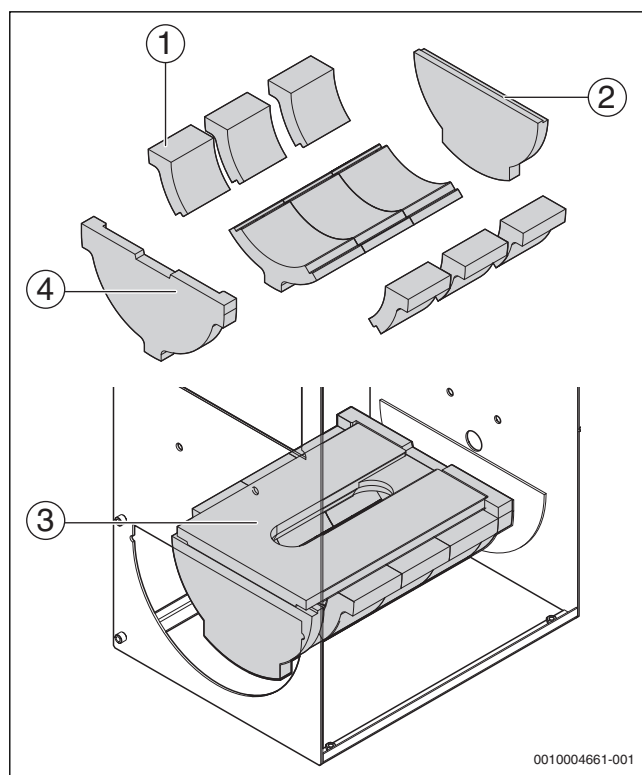
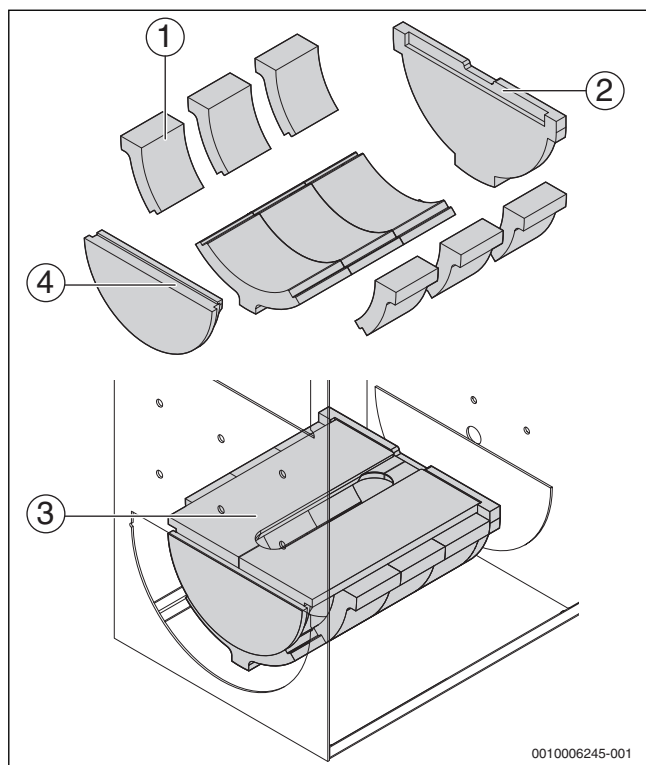
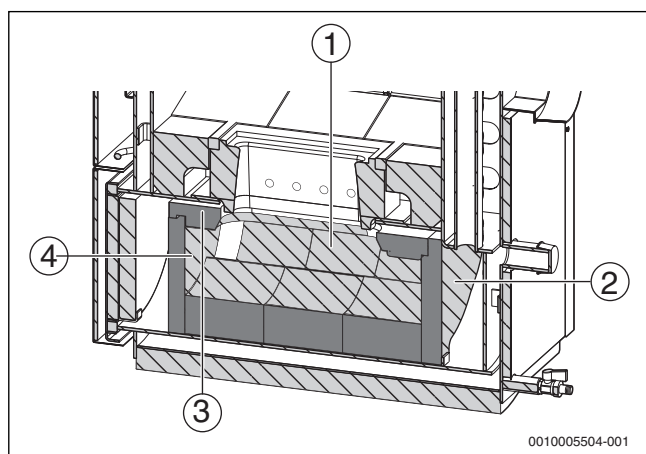
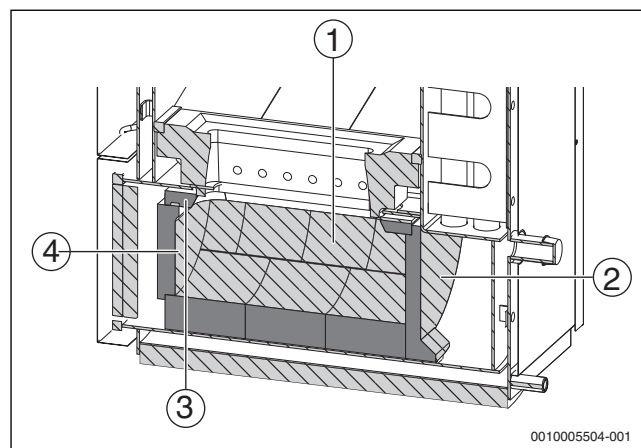

Fig. 37 Poziția plăcilor de șamotă în camera de ardere, 22 și 30 kW
Fig. 38 Poziția plăcilor de șamotă în camera de ardere, 40 și 50 kW
Fig. 39 Plăci de șamotă montate, 22 și 30 kW
Fig. 40 Plăci de șamotă montate, 40 și 50 kW
- ▶ Reașezați plăcile de șamotă la locul lor (→ Fig. 38, pagina 34).
Legenda la Fig. 37, Fig. 38, Fig. 39 și Fig. 40: